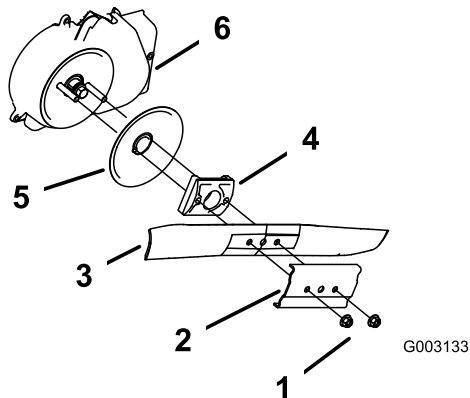

Figura 30
3. Îndepărtați cele 2 piulie ale lamei și elementul de rigidizare (Figura 30).
4. Îndepărtați lama (Figura 30).
5. Îndepărtați acționarea lamei și discul (Figura 30).
6. Îndepărtați protecția sistemului Blade Brake Clutch (Figura 30).
10. Instalați lama și elementul de rigidizare pe care le-ai îndepărtat anterior (Figura 30).